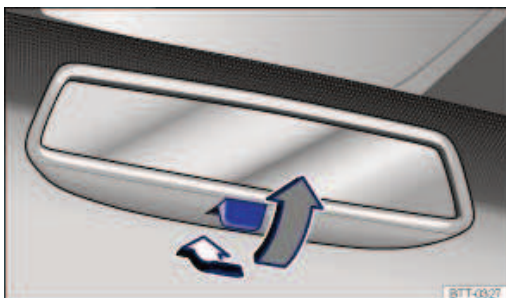

Fig. 99 Sur le pare-brise : rétroviseur intérieur jour/nuit manuel
- Pour sélectionner la position nuit, tirez le levier vers l'arrière → Fig. 99.